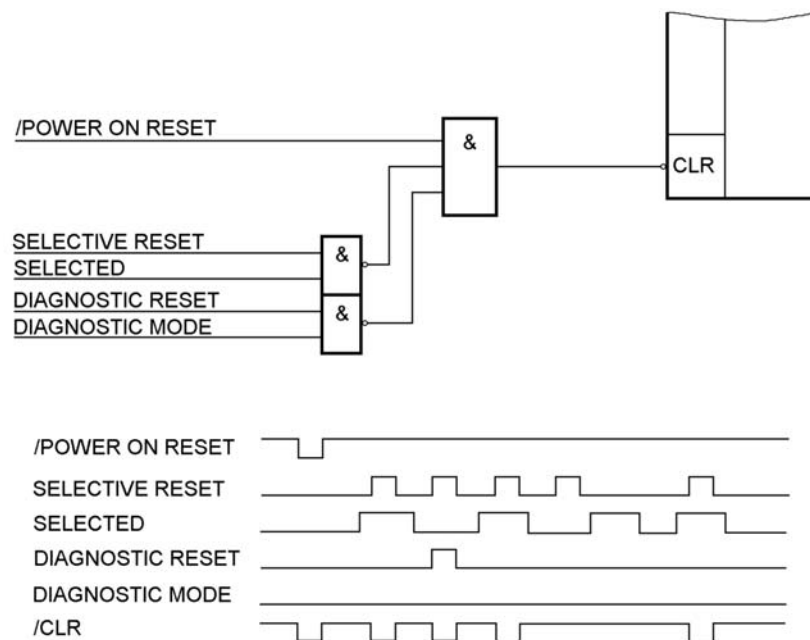

Abb. 18
31. In einer Schaltung wird ein Schaltkreis über ein kombinatorisches Netzwerk zurückgesetzt. Sie messen die dargestellten Signalverläufe (Abb. 18). Ist das in Ordnung? Kennzeichnen und erläutern Sie ggf. gefundene Fehler.